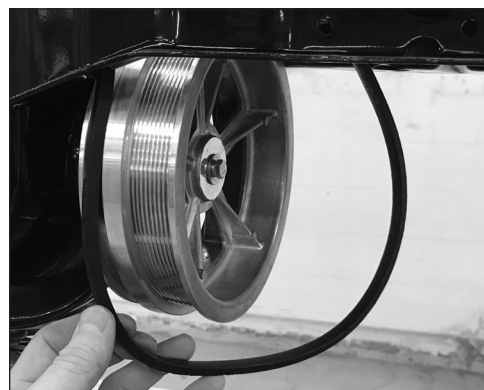

Figure 24
9. Retirer la courroie de marche arrière de la poulie de transmission. VOIR FIGURE 24
1. Placer la courroie de marche arrière dans la gorge de marche arrière de la poulie de transmission. VOIR FIGURE 24